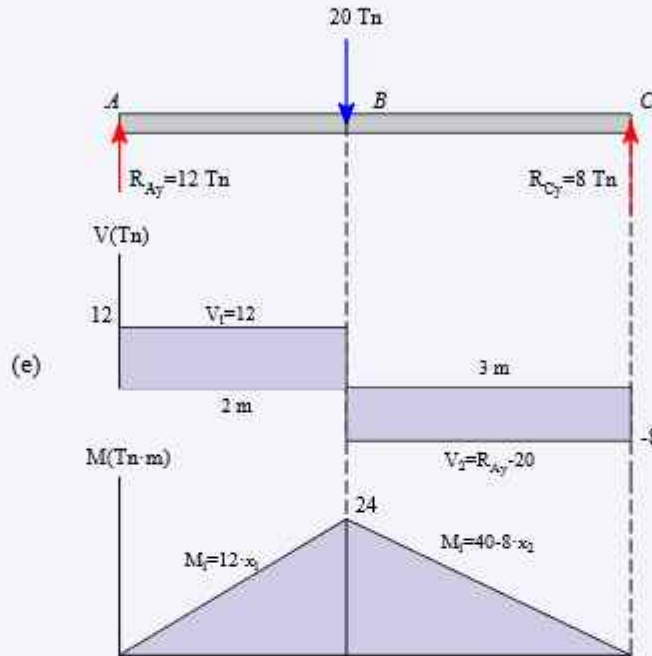

Figura 6.74
Paso ①: Determinación de las reacciones en los apoyos, a partir del D.C.L. de la figura 6.74 (b).
- **Fuerzas internas** en el tramo 1-1, $0 \leq x_1 < 2 \text{ m}$, figura 6.74 (c).
- **Fuerzas internas** en el tramo 2-2, $2 \text{ m} \leq x_2 < 5 \text{ m}$, figura 6.74 (d).
Paso ③ Diagrama de fuerza cortante y momento flexionante, como se muestra en la figura 6.74 (e).